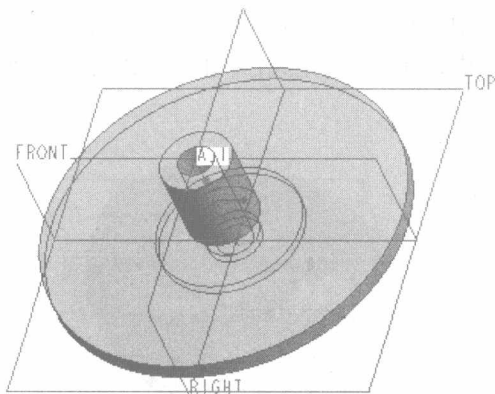

图 1-7 创建的旋转实体
- (6) 接受默认的旋转角度为 360° ，单击 (完成)按钮。按 Ctrl+D 组合键，以标准方向显示刚创建的旋转基本体，效果如图 1-7 所示。